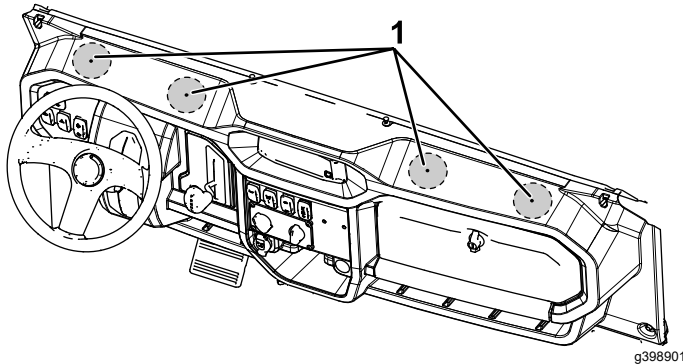

Bild 14
1. Suchen Sie die 4 Vorbohrvertiefungen auf der Oberseite des Dashboards (Bild 14) und bohren Sie 4 Löcher (76 mm) direkt über den Vorbohrungen.